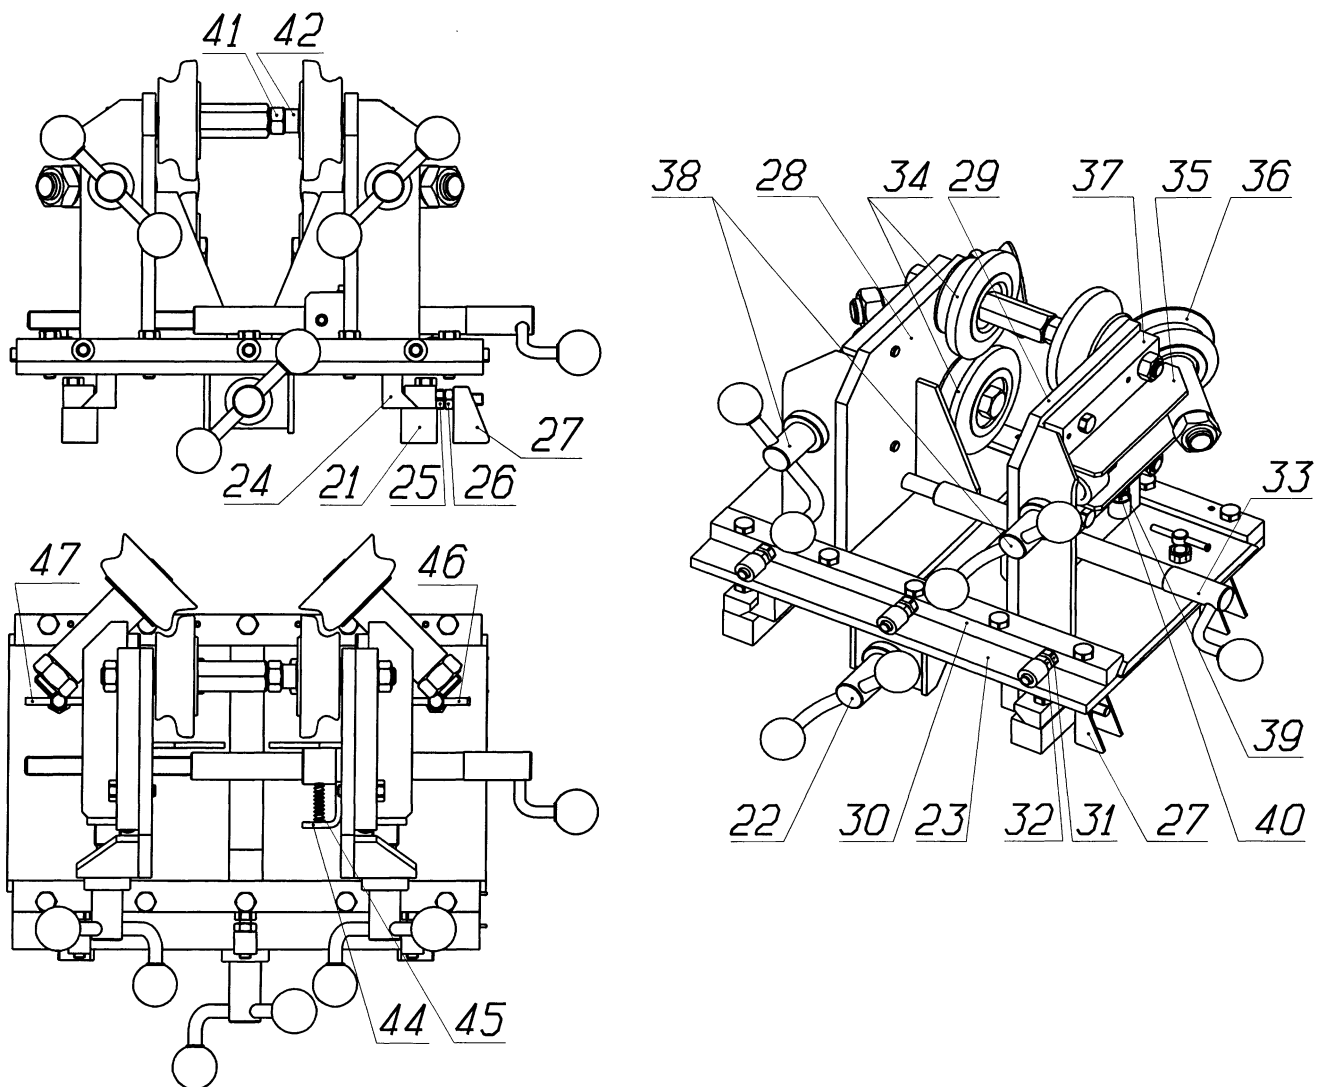

Рисунок 3 - Устройство дископравное
- 6.2.1. Подвести большие правильные Ролики 34 (см. рисунок 3) к полкам обода колеса. Должно производиться одновременное касание обода к четырем роликам 34. Допуск не параллельности оси колеса и оси роликов по горизонтали и вертикали должен составлять не более  $\pm 0,5$  мм. Болты 16 (см. рисунок 2) затянуть до отказа, соблюдая равномерность затяжки.